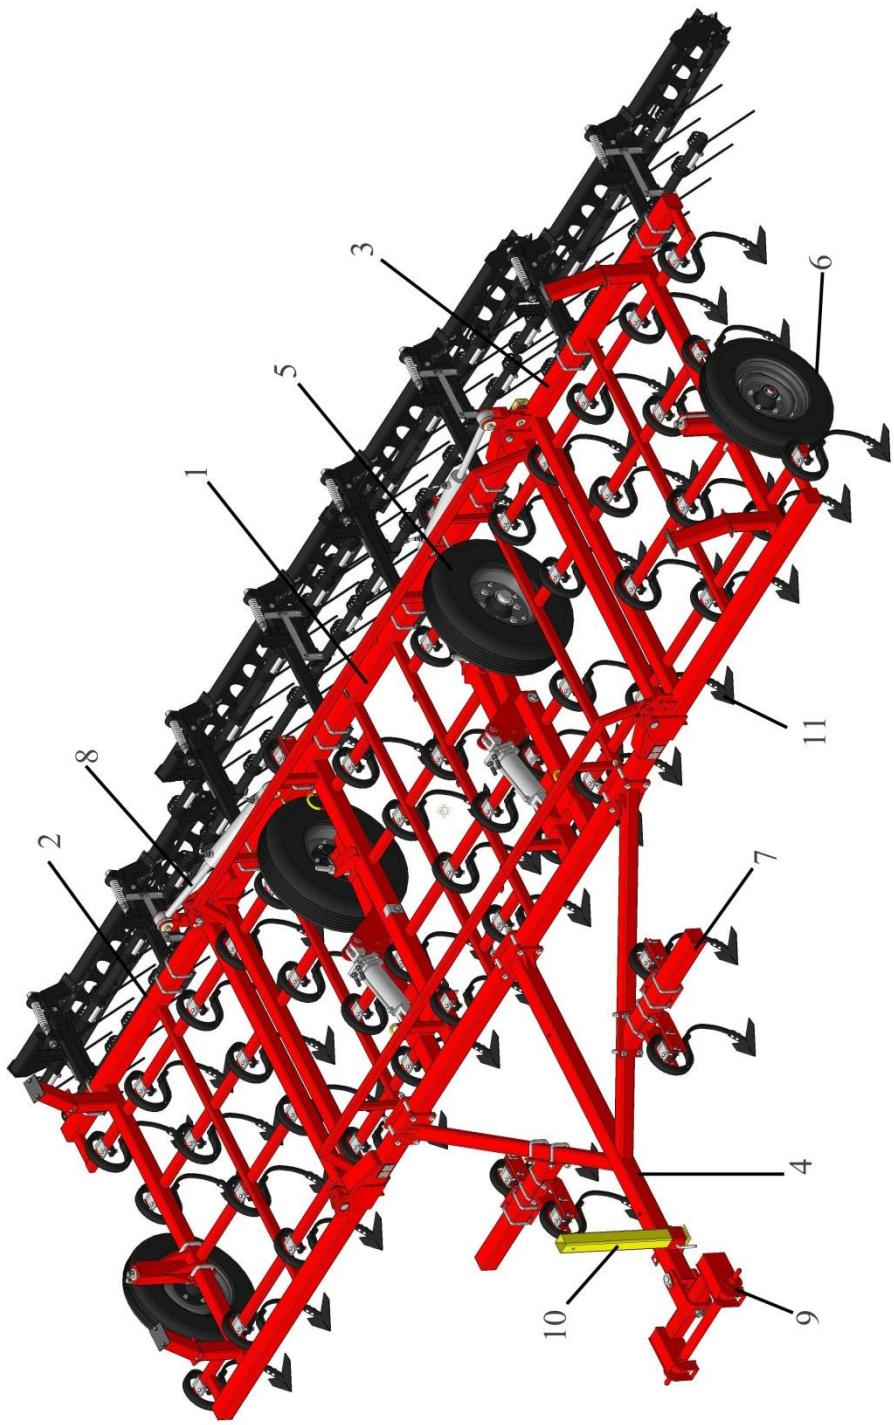
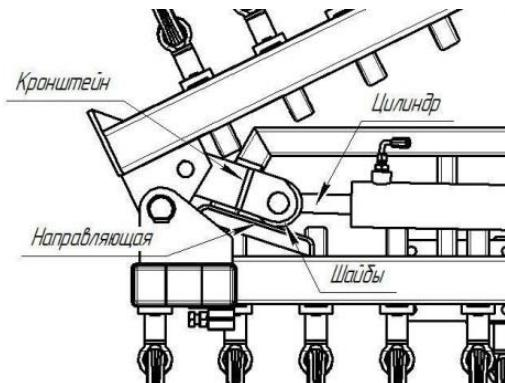

Рисунок 1 – Общий вид культиватора в рабочем положении
Рисунок 12
3.1 Культиватор КПМ-10 представляет собой прицепную машину, состоящую (рисунок 1) из центральной секции 1, прицепного устройства 4, двух крыльев 2 и 3, опорных колёс 5, копирующих колёс 6, следорыхлителей 7 и гидросистемы.
4.4 Перевод в рабочее положение (см. рис.1 и рис.12):
!При переводе культиватора КПМ-10 из транспортного положения в рабочее, для плавного открытия крыла (открылка), убедитесь в том, что шайбы кронштейна лежат на наклонной поверхности направляющей (см. рис.12)!